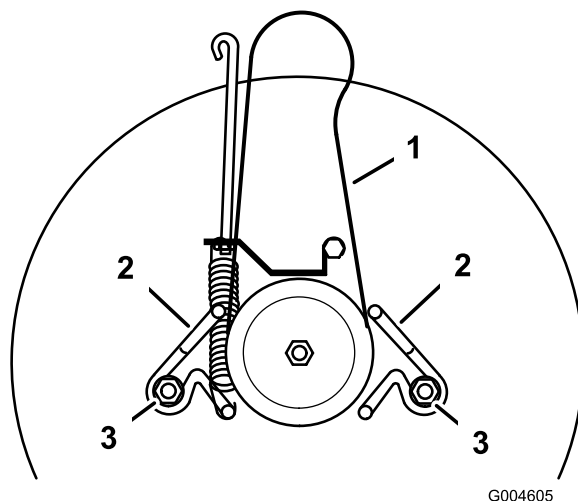

Figura 34
2. Allentate i bulloni di fissaggio del guidacinghia e spostate i guidacinghia dalla puleggia (Figura 34).
1. Montate la nuova cinghia di trasmissione della lama intorno alla puleggia della lama e dentro entrambi i guidacinghia (Figura 34).
2. Regolate i guidacinghia in modo che si trovino a 3 mm di distanza dalla puleggia. Serrate i bulloni di fissaggio (Figura 34).